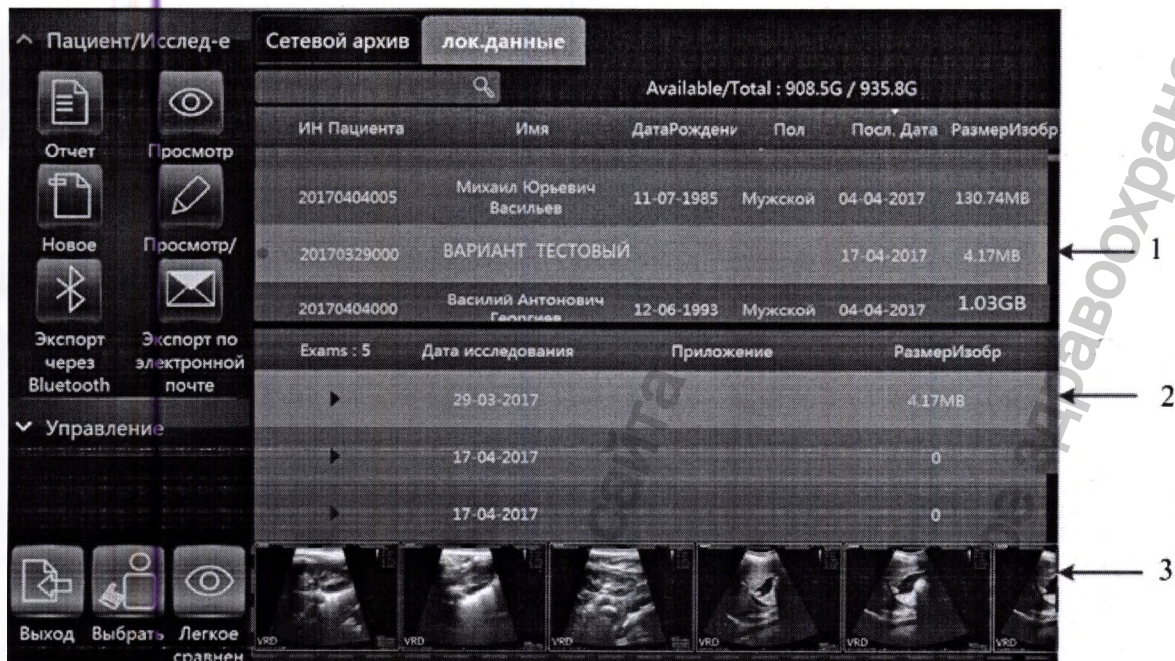

Рисунок 3.12 – Выбор карточки пациента из архива
1. Выйдите в архив, нажав кнопку **Архив**  на главном экране. Система откроет окно (см. Рисунок 3.12).
- Выберите карточку пациента (см. Рисунок 3.12, поз. 1), активная запись будет подсвечена. В нижней части справа будут отображены все исследования, проводившиеся для данного пациента (см. Рисунок 3.12, поз. 2) и сохраненные изображения (см. Рисунок 3.12, поз. 3).
- Нажмите кнопку **Новое** . Для выбранного пациента будет создано новое исследование, параметры исследования будут взяты из ранее проведенного (см. Рисунок 3.12, поз. 2).